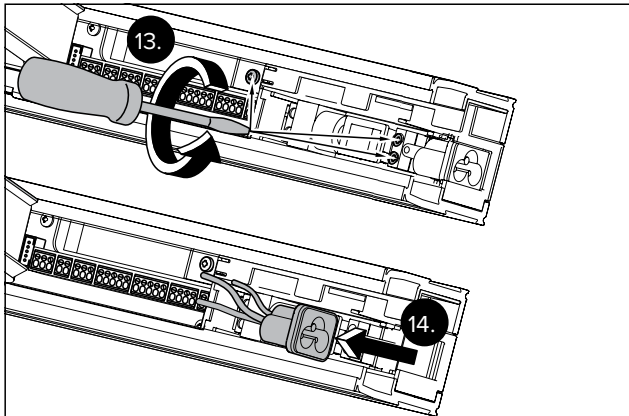

Рис. 20 Вытащите соединительную розетку
- Ослабьте винты на клеммах (рис. 20).
- Вытащите внутреннюю соединительную розетку (рис. 20).